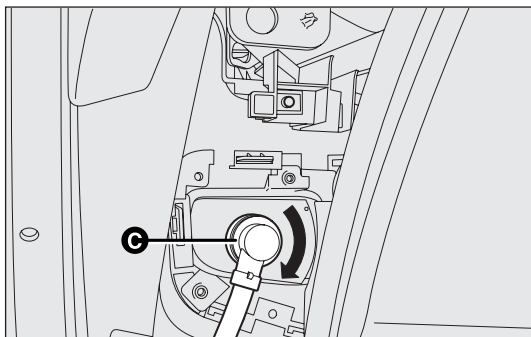

fig. 141
- retirer le capot de protection C-fig. 141 en tournant dans le sens inverse aux aiguilles d'une montre ;
- remonter le couvercle/la douille C-fig. 141 en le tournant dans les sens des aiguilles d'une montre en s'assurant du blocage correct ;